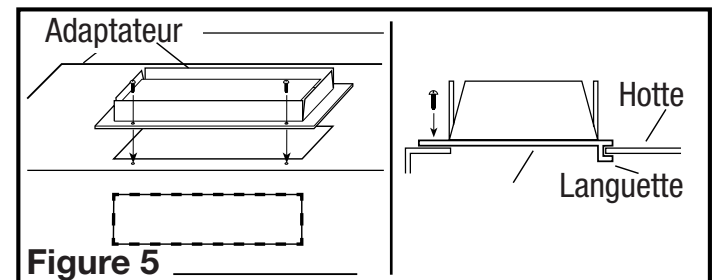

Figure 5
- Déterminer où le service électrique entrera dans la hotte et enlever les alvéoles défonçables électriques appropriées en insérant un tournevis dans la fente et en en repliant vers l'avant et l'arrière jusqu'à ce que les alvéoles deviennent lâches (**Figure 5**).
- Si vous installez le conduit de 8,25 cm sur 25,4 cm horizontal ou vertical, fixez l'adaptateur à la hotte. Pour ce faire, insérez la bordure de la hotte dans la rainure de l'adaptateur et fixez ce dernier avec les deux vis prévues à cet effet (**Figure 5**).